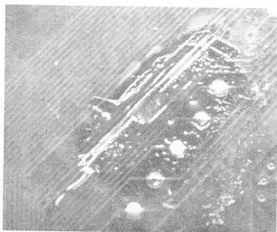

图 4-5 给钢线上锡
(2) 在铜皮上涂上焊膏并且使用烙铁在铜线上面进行加锡。由于金属是可以沾锡的。所以铜线如果加上锡的话表面就会变成银白色, 如图 4-5 所示。